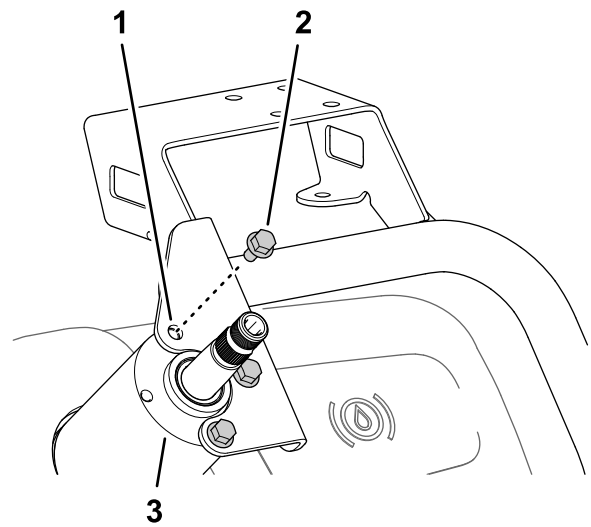

Figura 161
2. Monte el soporte del monitor en el alojamiento de la válvula de dirección (Figura 161) con los 3 pernos con arandela prensada (6 mm x 12 mm).